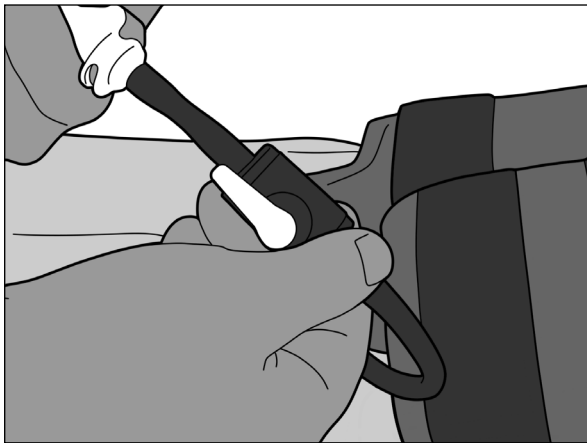

Fig. 15
2. Assicurarsi che la valvola di arresto sia aperta. L'impugnatura della valvola deve essere in linea con il tubo (Fig. 15).